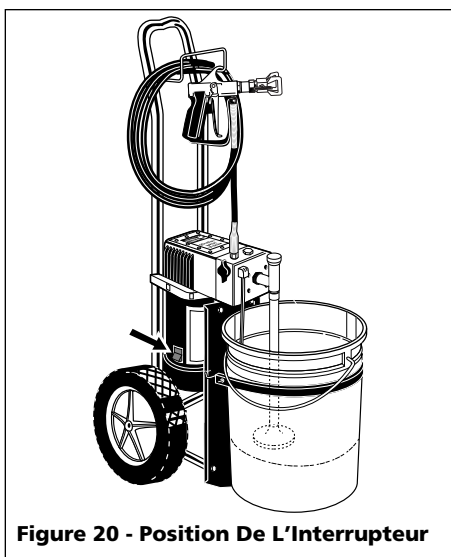

Figure 20 - Position De L'Interrupteur
3. Tourner L'Interrupteur à la position ON (Voir Figure 20).